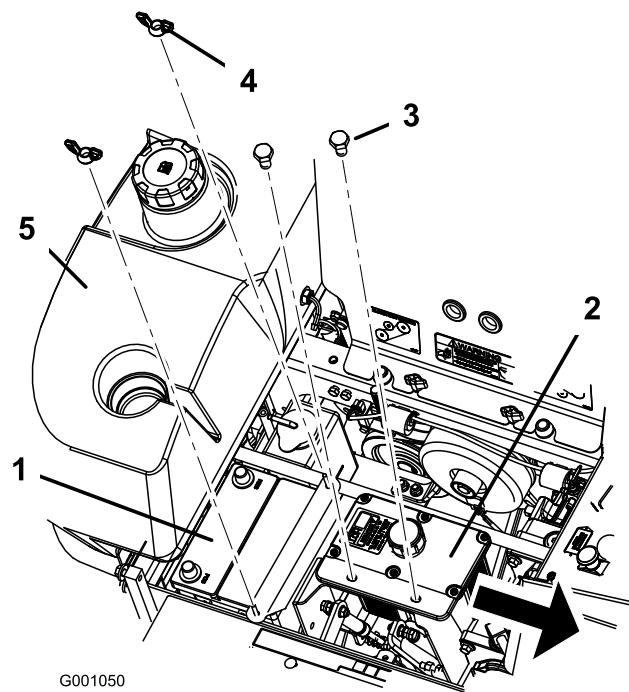

Figura 54
1. Coloque la batería en la bandeja, con los bornes frente al depósito de aceite hidráulico (Figura 54).
6. Fije la batería con pernos en J, brida, 2 arandelas (1/4 pulgada) y 2 tuercas de orejeta (1/4 pulgada) (Figura 54).
6. Retire ambas tuercas de orejeta (1/4 pulg.) que fijan la abrazadera de la batería (Figura 54).
7. Retire los pernos que sujetan el depósito de aceite hidráulico (Figura 54).